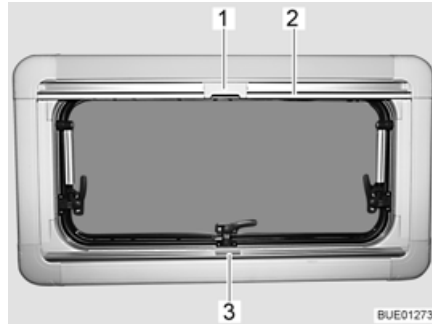

Bild 74 Ausstellfenster
- faltverdunklung in der Mitte der Griffleiste (Bild 74,3) fassen, von unten nach oben ziehen und auf der gewünschten Höhe loslassen. Die faltverdunklung bleibt in dieser Höhe stehen.
- Insektenschutzrollo an der Griffleiste (Bild 74,2) nach unten ziehen, bis es an der Griffleiste der faltverdunklung (Bild 74,3) anstößt.
- Raste (Bild 74,1) am Insektenschutzrollo mit der Griffleiste der faltverdunklung verriegeln.
- Raste (Bild 74,1) am Insektenschutzrollo oben nach hinten drücken.
- Insektenschutzrollo an der Griffleiste (Bild 74,2) langsam zurückführen.